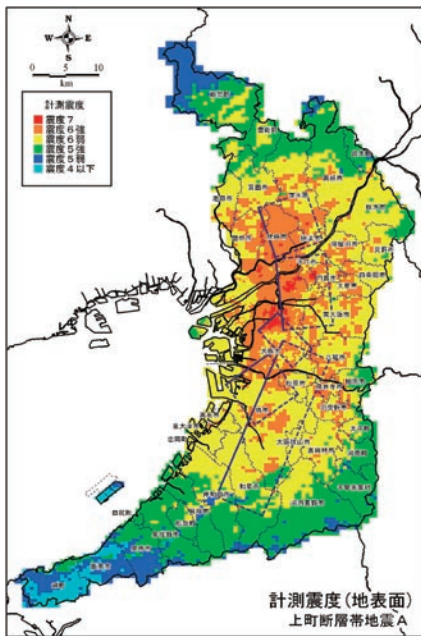

図3 上町断層帯地震A (震源が北部域)
- 図3～8に各震源断層を想定した場合の各地震度予測図を転載します。